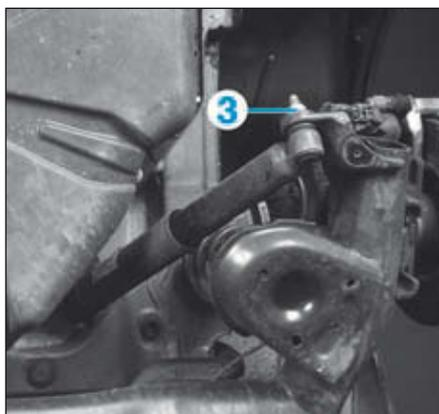

FIG.20
- l'écrou (3) de l'amortisseur sur le train arrière (Fig.20),
- Déposer l'écrou de fixation inférieure de l'amortisseur (2) et écarter l'amortisseur (Fig.20).
- Serrer la fixation inférieure de l'amortisseur (2) au couple, véhicule roues au sol (**Fig.20**).